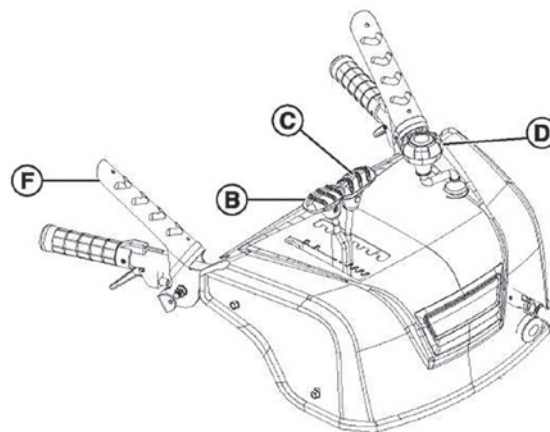

Рис. 8
1. Повернуть рукоятку вращения желоба (D, Рис. 8), чтобы установить направление выброса снега.
2. С помощью рычага управления дефлектором (C) передвиньте дефлектор вверх или вниз. Чтобы снег отбрасывался дальше, поднимите дефлектор.
3. Используйте рычаг переключения скоростей (B), чтобы выбрать переднюю или заднюю скорость. При очистке от влажного тяжелого снега включайте более низкие скорости. При очистке от легкого снега используйте более высокие скорости.